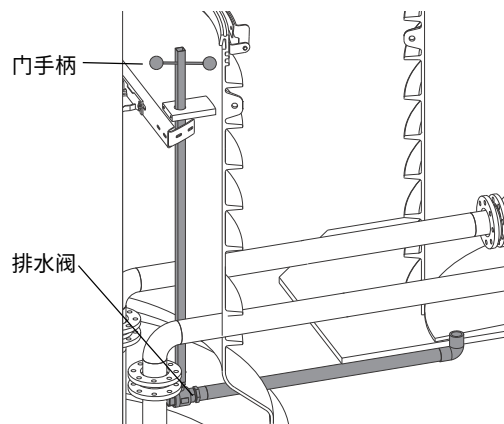

图 36 排水阀
1. 使用泵罐体内的阀门手柄打开阀室排水阀，以清空阀室的水槽。见图36。
7. 关闭泵罐体内的排水阀。见图36。